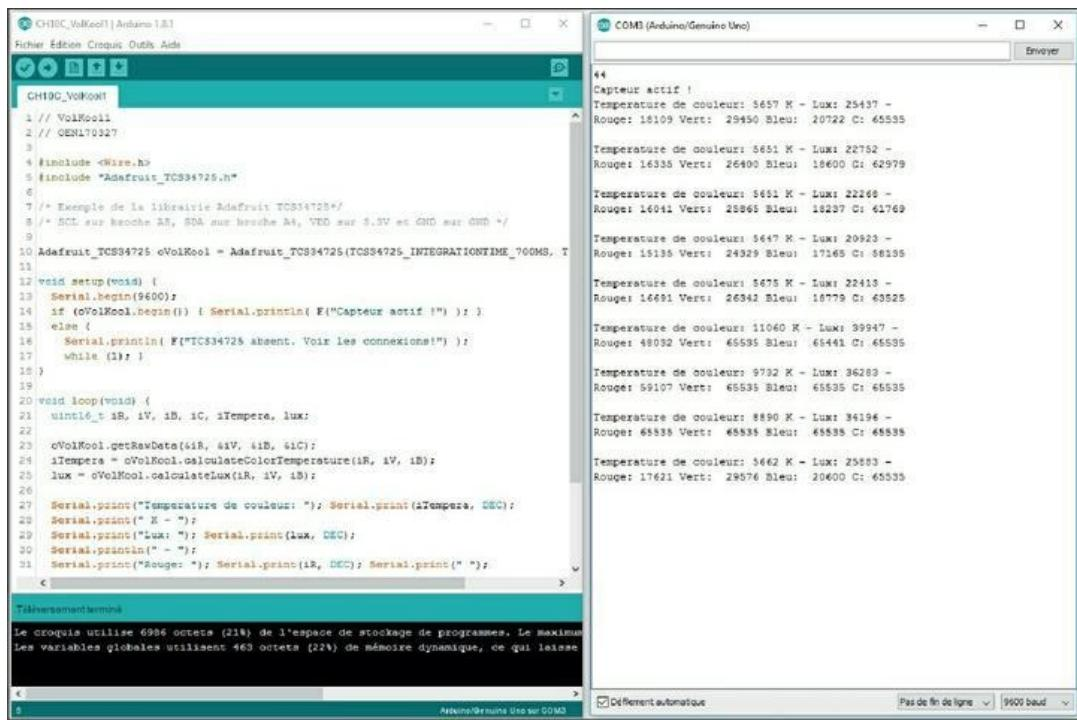

Figure 10.11 : Affichage des composantes de couleurs.
1. Téléverse le projet et ouvre la fenêtre du Moniteur série (Figure 10.11).